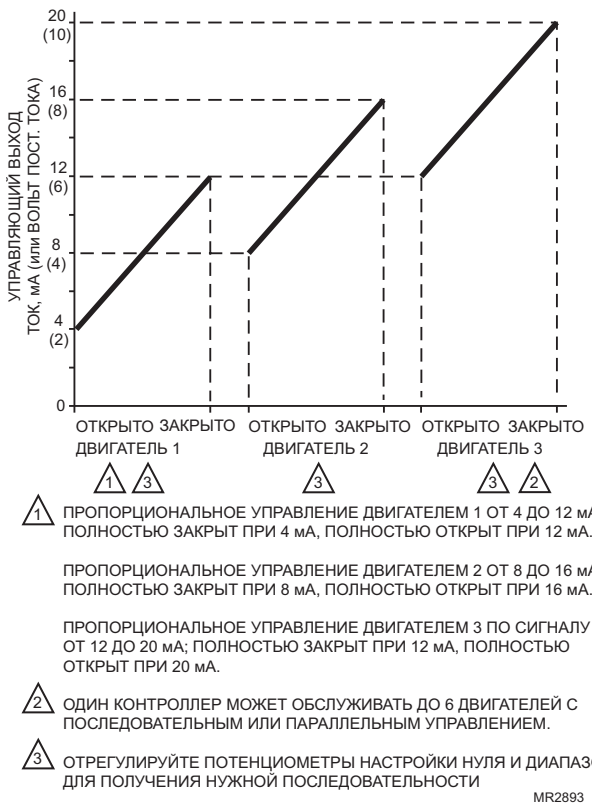

Рис. 11. Последовательная схема работы двигателей.
8. Для последовательной схемы, показанной на Рис. 11, повторите описанную выше процедуру для каждого двигателя.